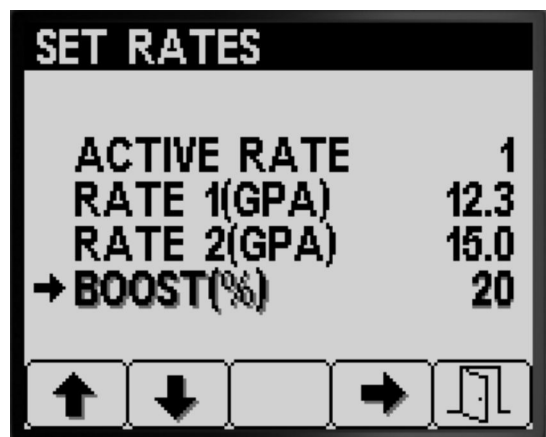

图 8
- 按 1 号或 2 号按钮可导航至喷洒率增强百分比选项图 8。